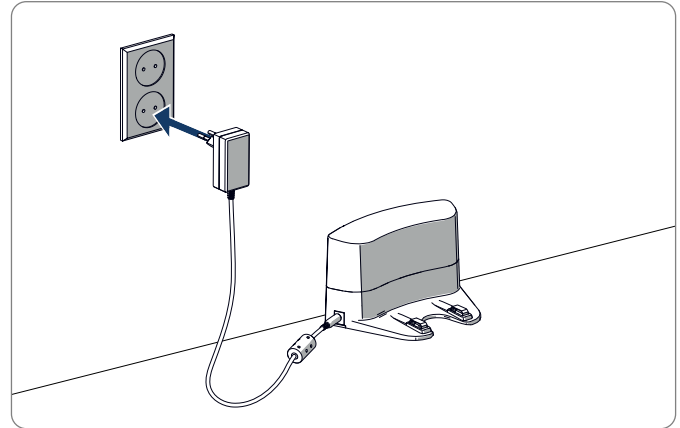
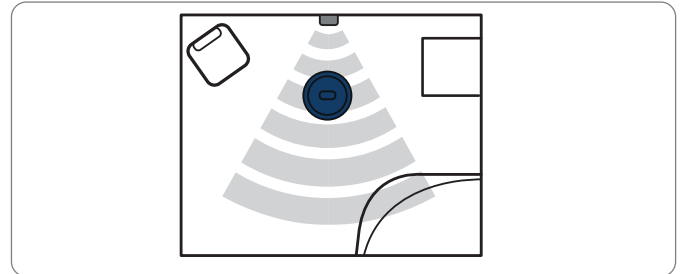

Figure 7 - Het oplaadstation aansluiten op het elektrisch net
Figure 8 - Voorbeeld van de plaatsing van het oplaadstation
4. Sluit het oplaadstation aan op het elektrisch net, zie Afbeelding 7. Een vast blauw stroomtoevoer lampje schakelt in op het oplaadstation. Afbeelding 8 geeft een voorbeeld van een mogelijk vloerplan.